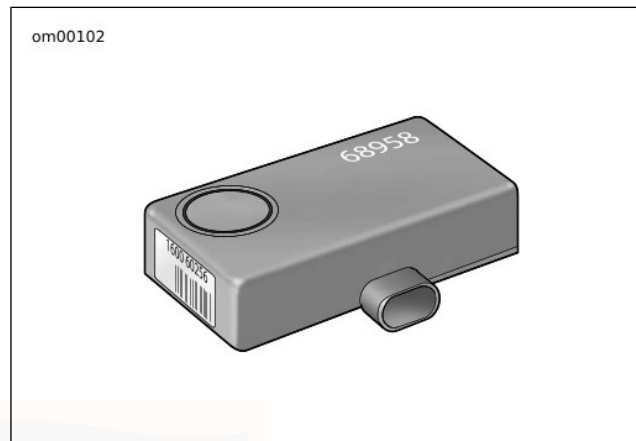

Figura 24. Sirena Smart Siren opcional
- Vea la Figura 24. Hará sonar la sirena opcional.